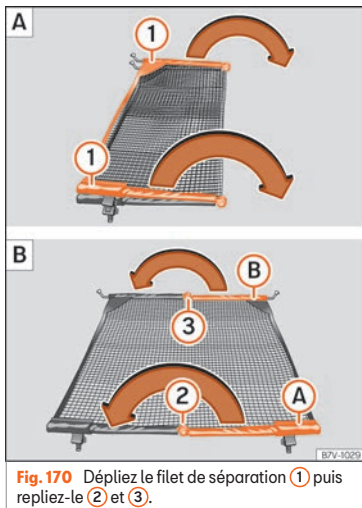

Fig. 170 Dépliez le filet de séparation ① puis repliez-le ② et ③.
Dépliez entièrement les barres transversales du filet de séparation » » fig. 170 ① dans le sens de la flèche jusqu'à ce que vous entendiez un « clic ».
- Appuyez sur le bouton de déverrouillage »» fig. 170 ② puis pliez la barre A dans le sens de la flèche avec le bouton de déverrouillage enfoncé.
- Appuyez sur le bouton de déverrouillage »» fig. 170 ③ puis pliez la barre B dans le sens de la flèche avec le bouton de déverrouillage enfoncé.